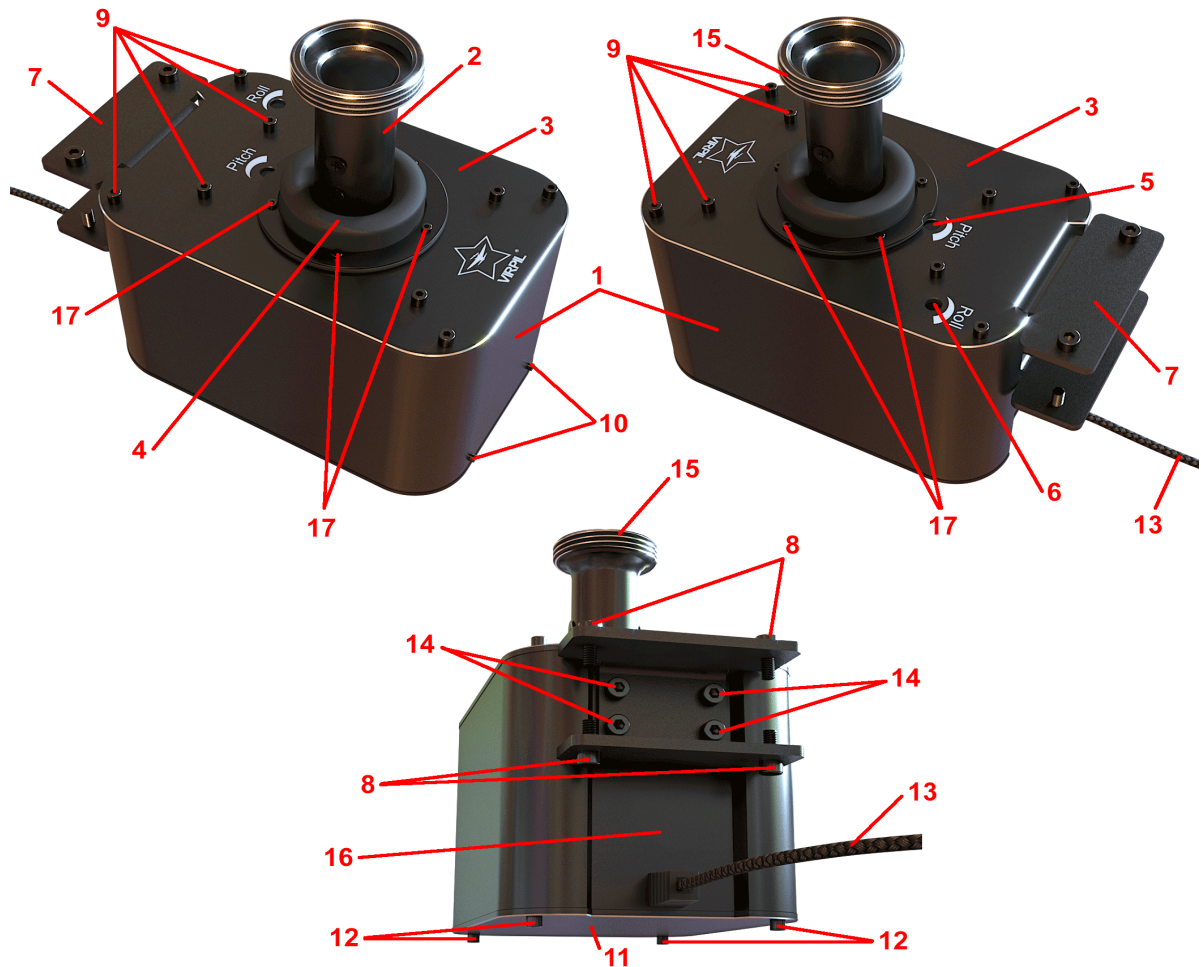

Рис.1 - Схема обозначений частей базы
Эксплуатационным (штатным) положением базы VPC Мангуст-50® Base считается такое положение, при котором верхняя (3) и нижняя (11) металлические пластины (рисунок 1) находятся в горизонтальном положении с отклонениями от плоскости уровня горизонта не более ±5°.